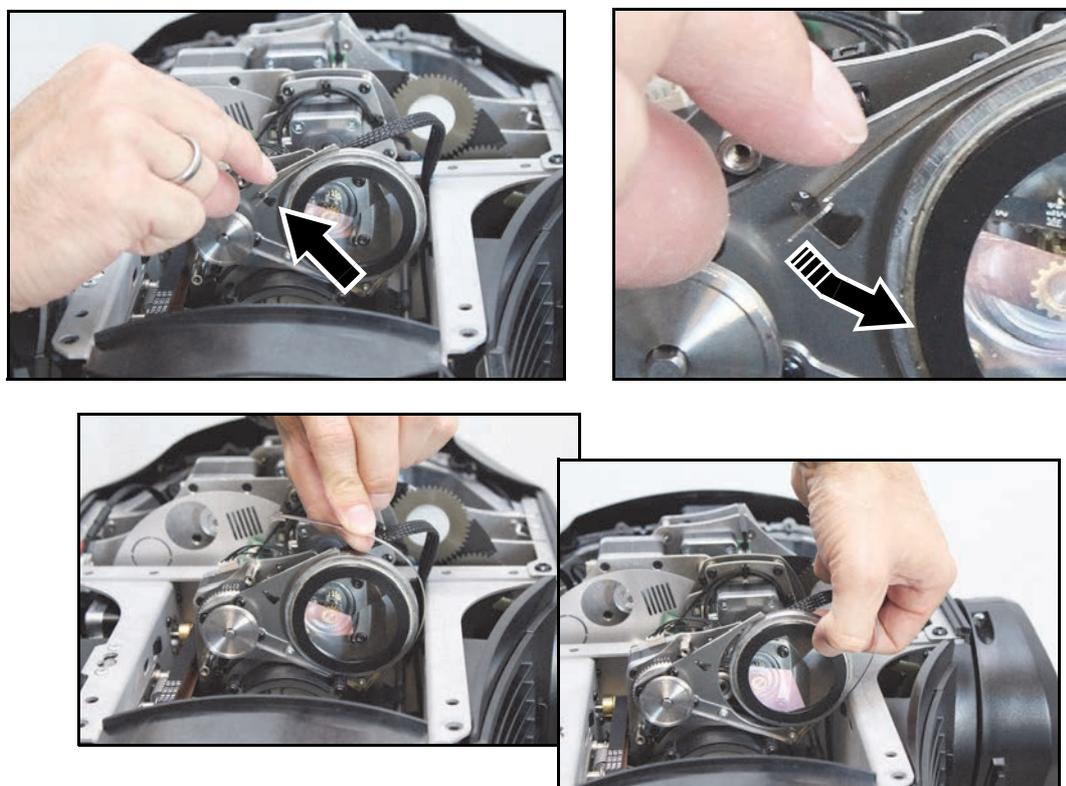

Figure 19: Dépose du prisme tournant
3. Voir Figure 19. Poussez sur l'extrémité du clip de rétention du prisme vers le prisme lui-même jusqu'à ce vous puissiez le dégager de son support. Soulevez le clip et dégagez-le du prisme.